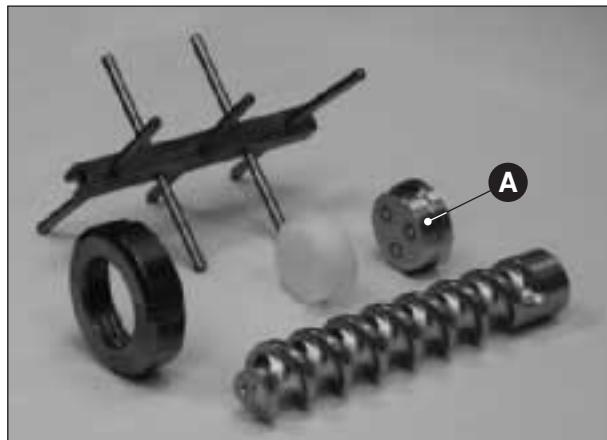

Fig. 15
6.2 NETTOYAGE DU MALAXEUR, DE LA VIS DE SELECTION, DE LA DOUILLE ET DE LA FILIERE (Fig. 15)
Enlever les résidus de pâte en nettoyant les pièces sous un jet d'eau, et utiliser éventuellement une petite brosse humide ou une palette en plastique. Ces pièces peuvent lavées plus énergiquement dans un lave-vaisselle. Rincer le malaxeur puis l'essuyer, et de même pour la vis de sélection et la douille. Les remonter ensuite sur la machine. La filière (Fig. 15 A) doit être immergée dans un récipient rempli d'eau pendant tout le temps où elle reste inutilisée.